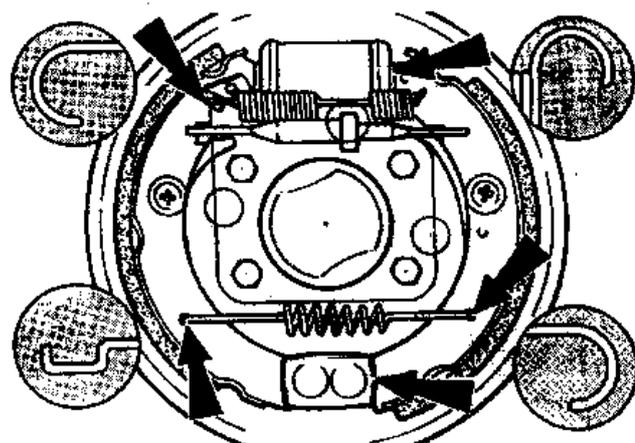

Рис.9.20. Правильное положение возвратных пружин колодок (Разд.9)
- IV) Присоедините верхнюю возвратную пружину сначала к стопору передней, а затем задней колодки (Рис.9.20). Убедитесь, что язычок этого стопора вошел в вырез колодки.